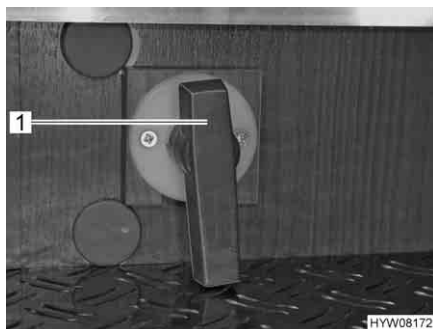

Fig. 115 Leva di comando del serbatoio delle acque grigie
- Aprire il rubinetto di scarico. A questo scopo ruotare la leva di comando (Fig. 115,1) del rubinetto di scarico di un quarto di giro. La leva di comando è posizionata verticalmente oppure nel senso della lunghezza rispetto al tubo di scarico. Le acque grigie fuoriescono.
- Dopo il deflusso completo delle acque grigie, richiudere il rubinetto di scarico. A questo scopo ruotare la leva di comando (Fig. 115,1) del rubinetto di scarico di un quarto di giro. La leva di comando è posizionata orizzontalmente oppure trasversalmente rispetto al tubo di scarico.